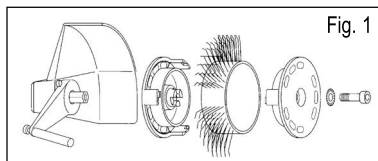
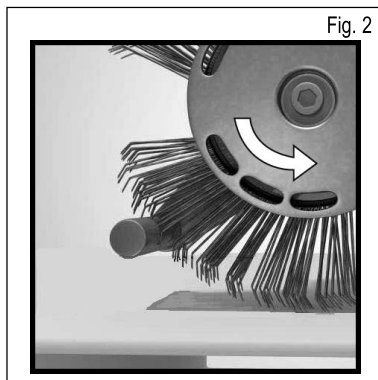

Fig. 1
Fig. 2
**Vd. Fig. 1 e Fig. 2**
State utilizzando un nastro Bristle Blaster® nel senso di rotazione errato? – Orientate il nastro spazzole in modo tale che scorra nella direzione prevista (vd. Cap. 5, Messa in funzione, Fig. 2).